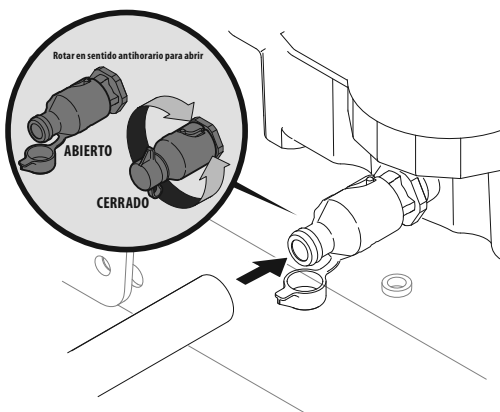

Figura 24
- Abra la tapita protectora del extremo de la válvula de drenaje para visualizar el orificio de drenaje. Consulte la Figura 24.